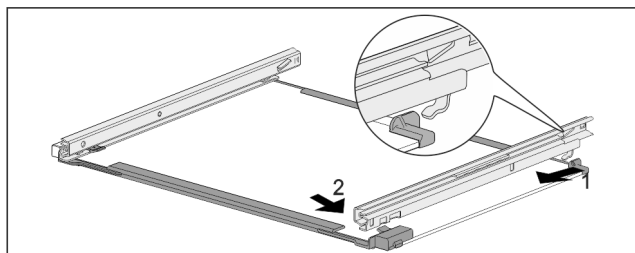

Fig. 206 Glashylla med skenor
- Haka fast skena baktill. Fig. 206 (1)
- Haka fast skena framtill. Fig. 206 (2)